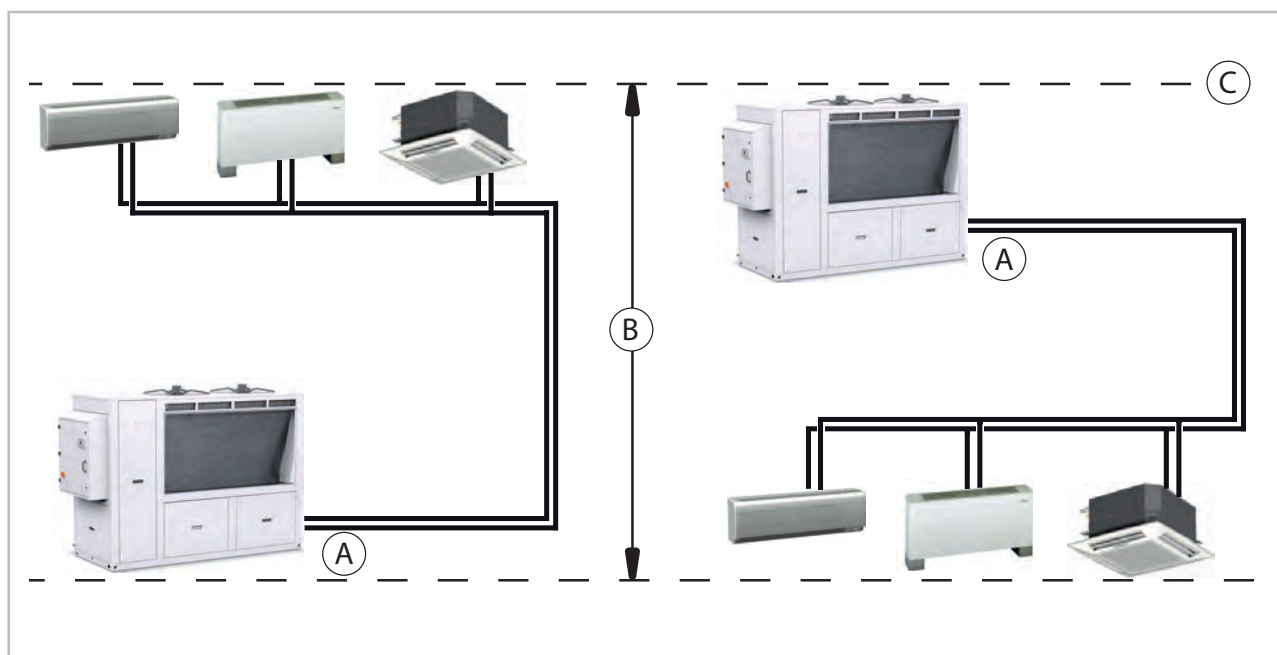

Abb. 18: Gerätevordruck
- Wird das Gerät am **höchsten** Punkt in der Anlage positioniert, ist der Gerätevordruck (=Stillstandsdruck) auf **min. 70 kPa (0,7 bar)** einzustellen. Bitte beachten Sie, dass der Anlagendruck am niedrigsten Punkt durch die geodetische Anlagenhöhe **vergrößert** wird! (siehe Abb. 18)